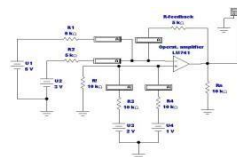

Рис.2
4. Как изменится основное соотношение для схемы на рис. 2, если на неинвертирующий вход ОУ подать постоянное напряжение?
13. Измениться ли сигнал на выходе схемы на рис. 2, если сопротивления всех резисторов увеличить вдвое?
14. Рассчитать выходное напряжение в схеме на рис. 2, с учетом того, что входные источники имеют внутреннее сопротивление R ?